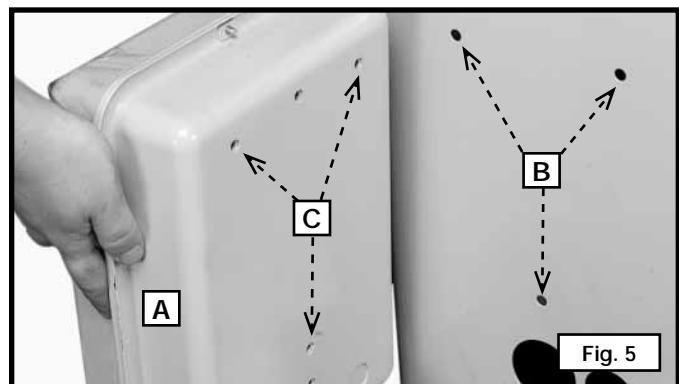

Fig. 5
1. Enfiler une rondelle de 6,3 mm (1/4 po) sur une vis à tête hexagonale de 6,3 mm-20 x 12,7 mm (1/4 po)-20 x 1/2 po). Ajouter une rondelle plate de 6,3 mm (1/4 po). À partir de la partie arrière de l'intérieur de l'armoire de la table de la scie, insérer la vis et les rondelles dans le trou (B) fig. 5, de l'armoire. Répéter les étapes pour les deux autres vis.
2. Positionner le boîtier du démarreur de sorte que les vis s'insèrent dans les trois trous taraudés (C) Fig. 5. Fixer solidement le boîtier du démarreur en position.